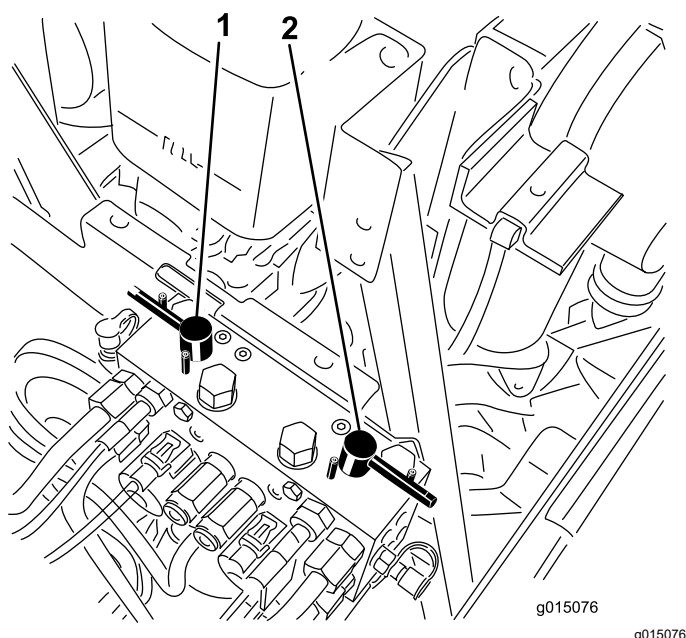

図 99
4. バックラップスイッチで前のカッティングユニット又は後ろのカッティングユニット、あるいは両方を選択する 図 99。